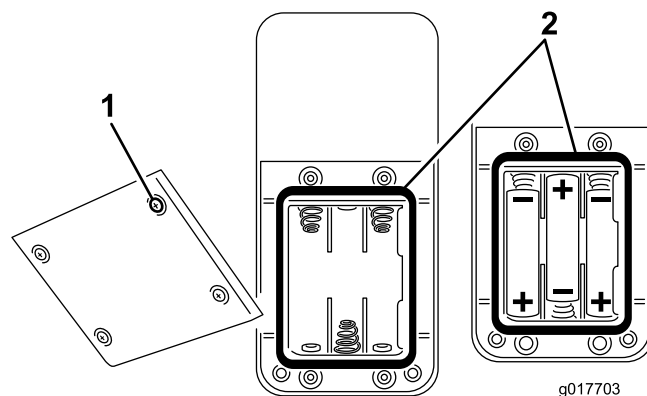

Figura 14
2. Se il vano batteria è vuoto, inserite tre batterie AAA nuove. Posizionate le batterie come illustrato nella Figura 14.
3. Per sostituire le batterie scariche, rimuovete le vecchie batterie e inserite tre batterie AAA nuove. Posizionate le batterie come illustrato nella Figura 14.